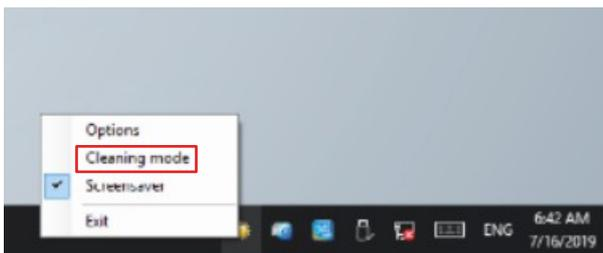

Abb. 8: CP69xx_Auswahl Cleaning Mode
3. Wählen Sie den „Cleaning Mode“ aus (siehe Abb. 8).